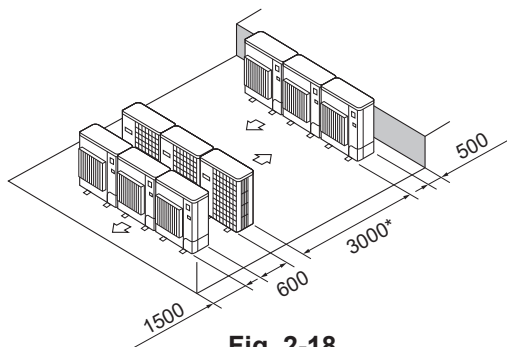

Fig. 2-18
(6) Plassering av flere parallellenheter (Fig. 2-18)